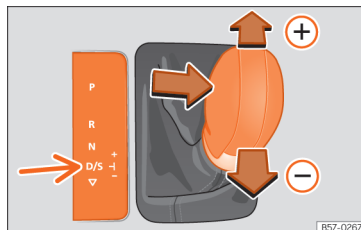

Fig.135 Alavanca seletora na posição Tiptronic
- Empurre a alavanca para a frente (+) ou para trás (-) para engrenar uma mudança mais alta ou mais baixa » **Fig. 135**.